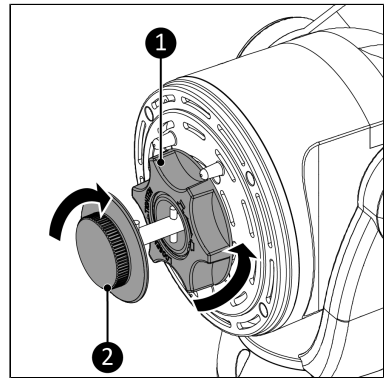

Abbildung 39.
5. Entfernen Sie die Flügelmutter (Abbildung 39, Pos. 2) vom Ventilatormotor, indem Sie sie im Uhrzeigersinn drehen.
6. Entfernen Sie die Gittermutter (Abbildung 39, Pos. 1) vom Ventilatormotor, indem Sie sie gegen den Uhrzeigersinn drehen.